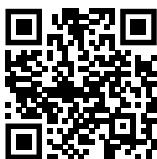

Fig. 129
- Öffnen sie das Liebherr SmartMonitoring Dashboard. (siehe Fig. 129)